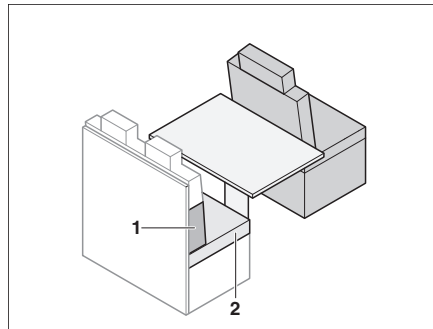

Fig. 161 Avant la transformation
- Retirer le coussin d'assise (Fig. 161,2).
- Placer le coussin de dossier (Fig. 161,1) entre le coussin d'assise et la paroi arrière. Observer la forme deltoïde.